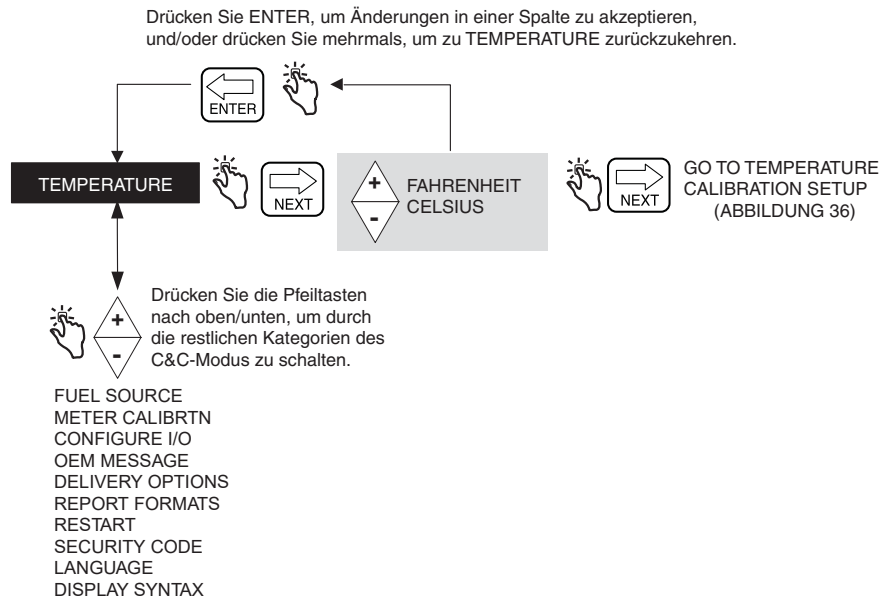

Abbildung 35. Setup Temperatur
Abbildung 35 zeigt das Setup für die Thermosonde im C&C-Modus.
1. Stellen Sie den Temperaturmodus auf Celsius oder Fahrenheit, wie in Abbildung 35, Setup Temperatur, gezeigt.